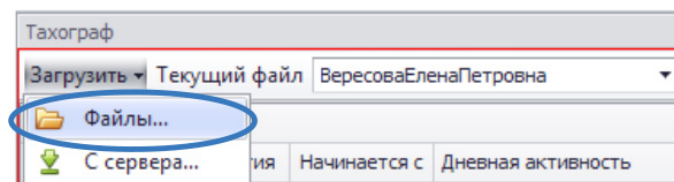

Рис.8. Загрузка файлов с локального диска.
- Для загрузки DDD-файлов с локального диска необходимо в строке меню модуля выбрать команду *Загрузить – Файлы...* (Рис.8). Затем выбрать файлы для обработки.